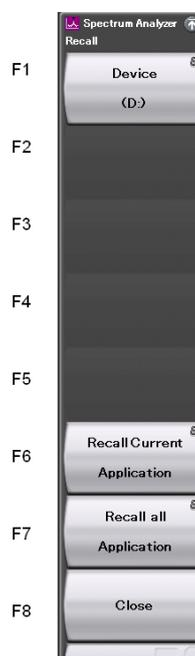

図 3.6.2-1 Recall メニュー
1. Configuration, Signal Analyzer, または Spectrum Analyzer 画面で **Recall** を押すと、図 3.6.2-1 の Recall メニューが表示されます。
1. Configuration, Signal Analyzer, または Spectrum Analyzer 画面で **Recall** を押すと, 図 3.6.2-1 が表示されます。